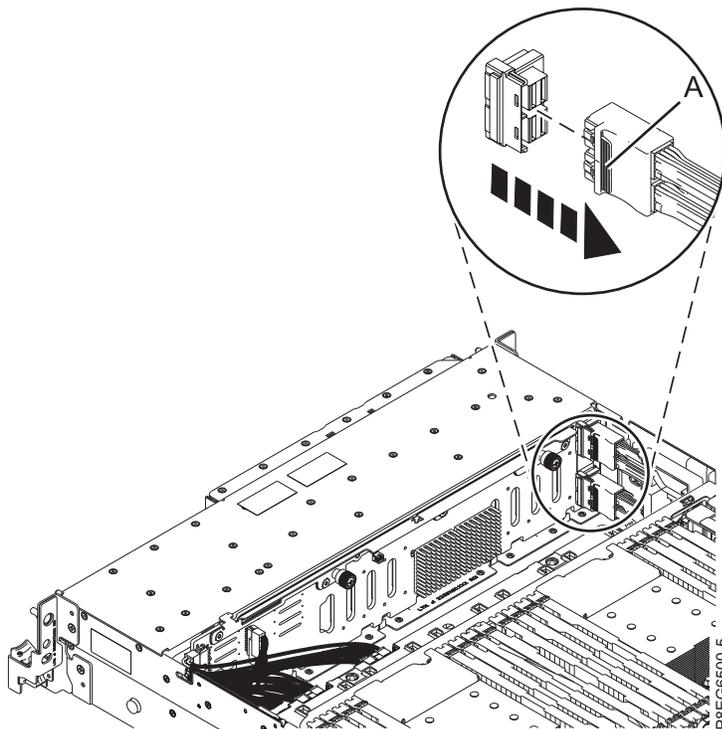

Abbildung 2. Vorderes SAS-Kabel aus Rückwandplatine des Plattenlaufwerks herausziehen
3. Beschriften Sie das vordere SAS-Kabel, das an den internen SAS-RAID-Adapter angeschlossen ist. Drücken Sie den Hebel (A) und ziehen Sie den Stecker dieses Kabels von der Rückwandplatine des Plattenlaufwerks ab (siehe Abb. 2). Lassen Sie das andere Ende dieses Kabels im Anschluss P1 des SAS-RAID-Adapters eingesteckt, bis Sie angewiesen werden, es herauszuziehen.